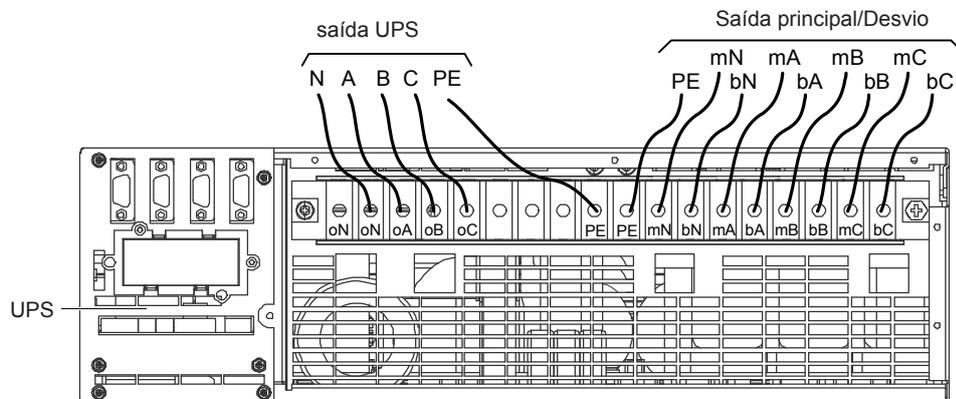

Figura 2-15 3 configuração de 3 entradas e 3 saídas com desvio
7. Conecte as linhas diretas (fases de saída A, B e C), a linha N e a linha PE ao Bloco de terminais de E/S (terminais oA, oB, oC, e oN), e conecte os terminais PE do UPS como mostra a Figura 2-15.